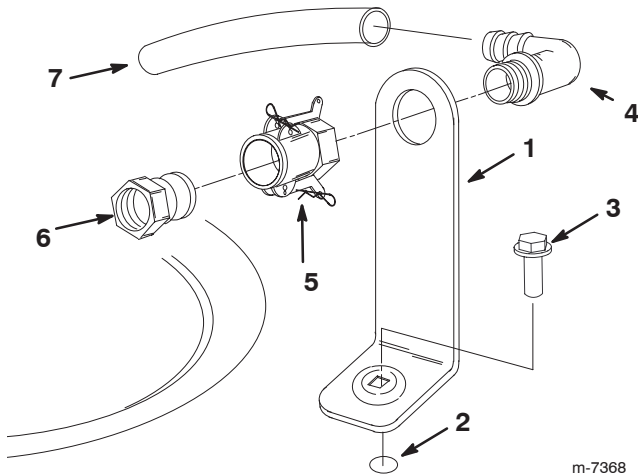

Bild 2
1. Setzen Sie die Füllanschlusshalterung auf das Gewindeloch im Behälter und befestigen Sie sie mit einem Bundbolzen (5/16 x 3/4 Zoll) (Bild 2).
2. Stecken Sie das Gewindeende des 90 Grad Anschlussstücks durch die Halterung, schrauben Sie die Schnellkupplung auf und befestigen Sie sie an der Halterung (Bild 2).
3. Montieren Sie den Schlauchadapter auf der Schnellkupplung (Bild 2).
4. Arretieren Sie den Adapter, indem Sie die Hebel zum Adapter drehen. Befestigen Sie die Hebel dann mit den Splints (Bild 2).
5. Montieren Sie den Rücklaufschlauch am Stachelende des 90 Grad Krümmers (Bild 2).